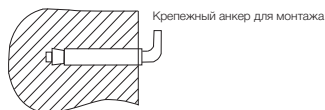

Рис. 3
2. После выбора места монтажа определите места под два крепежных болта с крючками (в зависимости от спецификаций выбранного изделия). Прodelайте в стене два отверстия необходимой глубины с помощью сверла размером, соответствующим размеру крепежных болтов, вставьте винты, поверните крюк вверх, плотно затяните гайки, а затем установите на него электрический водонагреватель (см. рис. 3).